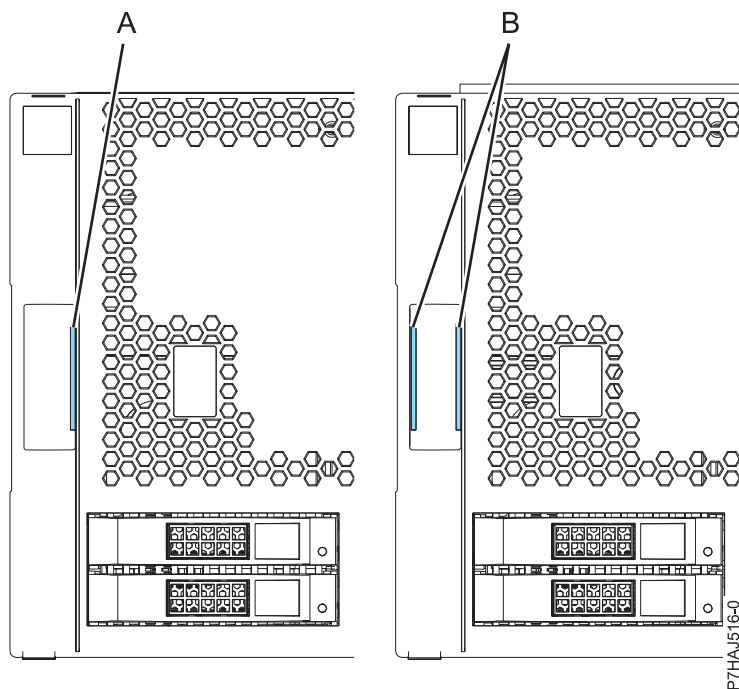

Figura 8. Identificando tampas mais antigas e mais novas
Nota: As tampas mais antigas que foram enviadas antes de 1 de março de 2011 podem ser identificadas por uma única faixa azul (A) nas travas do conjunto da tampa. As tampas mais recentes enviadas após 1º de março de 2011 possuem duas faixas azuis (B) nas travas do conjunto da tampa. Consulte Figura 8 na página 23.